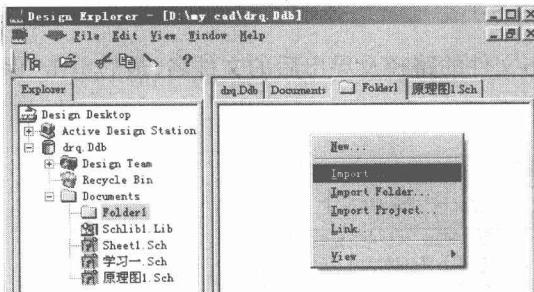
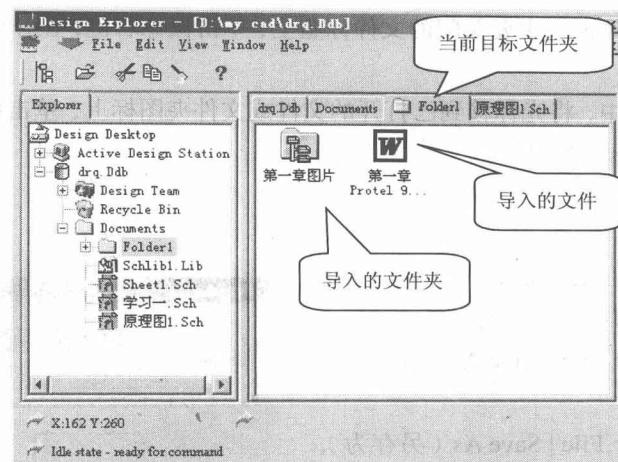

图 1.16 导入文件
图 1.18 完成文件和文件夹导入
- 单击鼠标右键，在弹出菜单中单击 Import 命令，弹出 Import File 对话框，设置导入文件的路径和名称，单击“打开”按钮，完成导入文件的操作；如选择 Import Folder 命令，则完成导入文件夹的操作；如图 1.16 至图 1.18 所示。